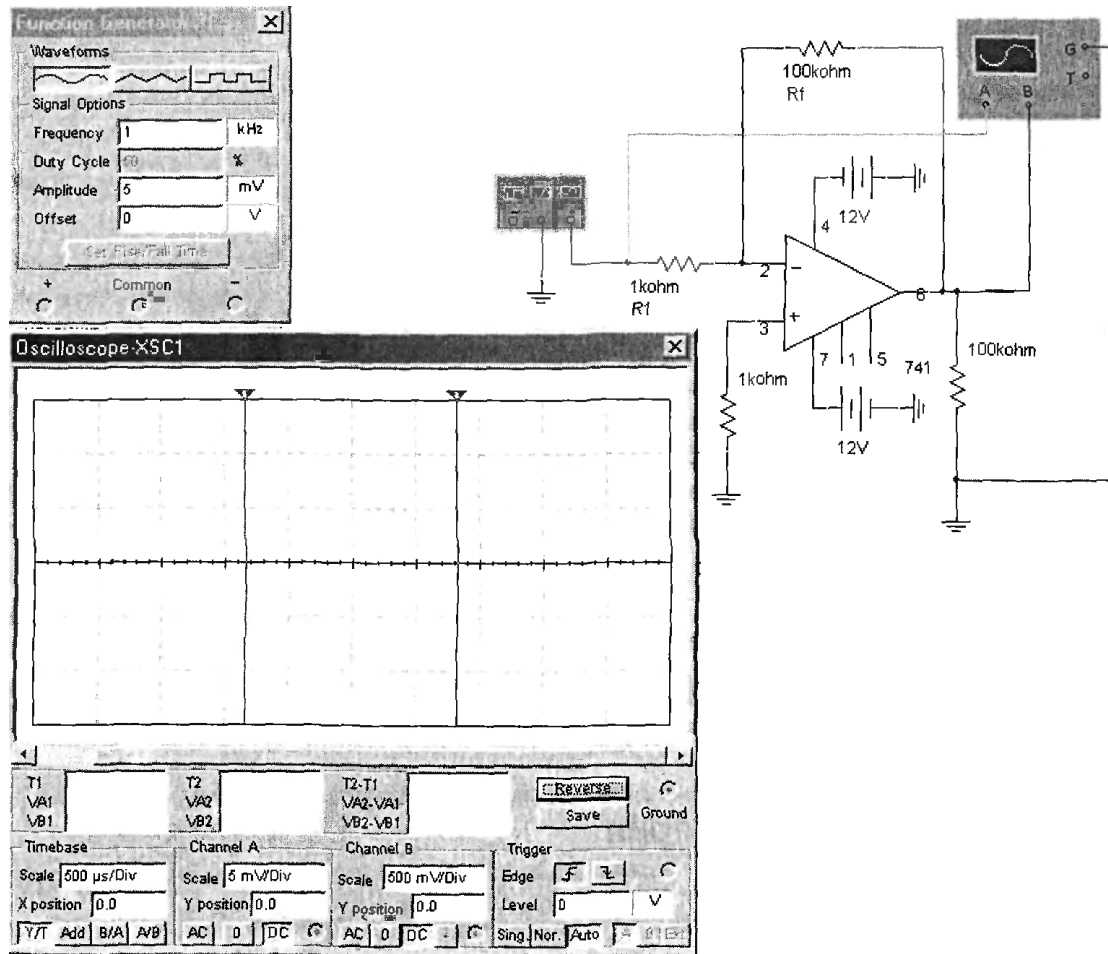

Рисунок 6
1. Смоделируйте схему инвертирующего операционного усилителя, изображенную на рис. 6.